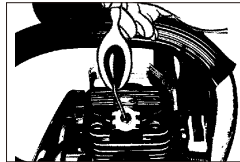

Fig. 19
5. Hæld 1 teskefuld ren 2-takstolie ind i forbrændingskammeret. Træk flere gange langsomt i startsnoren for at dække de indre dele med olie. Sæt tændrøret i igen. (Fig. 19)